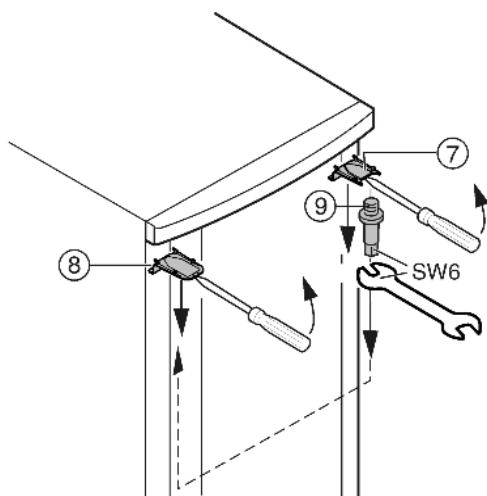

Fig. 6
- ▶ Odstraňte kryt Fig. 6 (7) a kryt Fig. 6 (8) šroubovákem vpředu uvolněte ze západek a odstraňte pohybem šikmo směrem dolů.
- ▶ Vyšroubujte ložiskové čepy Fig. 6 (9) a na protější straně zašroubujte silou (**4 Nm**).
- ▶ Namontujte opět kryt Fig. 6 (7) na straně ložiskového čepu: vzadu nasadte, vpředu nechte zaskočit do západek.
- ▶ Namontujte opět kryt Fig. 6 (8) na protější straně: vzadu nasadte, vpředu nechte zaskočit do západek.
- ▶ Zavěste dveře nahoře do ložiskového čepu Fig. 6 (9).